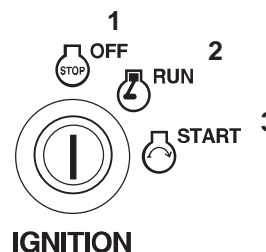

Figure 18
3. Laissez tourner le moteur au ralenti pendant 60 secondes (Fig. 18).
4. Tournez la clé de contact en position contact coupé (Fig. 18).